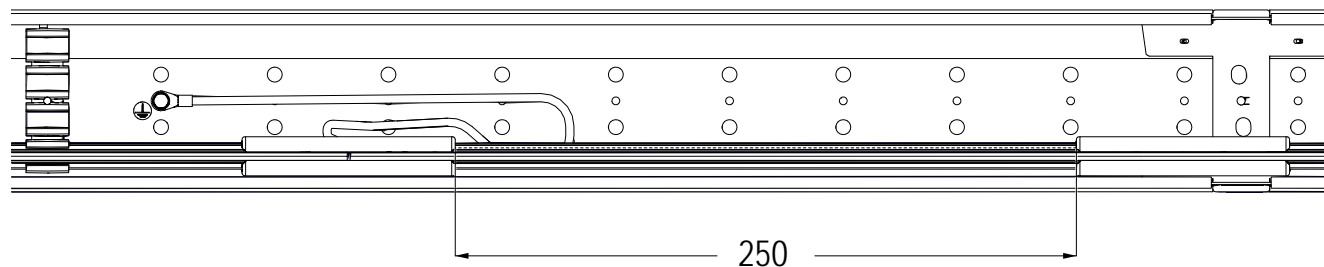

Abb. 56: Abstand von Verbinder mit Schutzleiterverbindung zu normalem Verbinder
4. Das andere PE-Leitungsende in einer Schlaufe am ProShell-Tragprofil (siehe Abb. 56) verlegen und den Ringkabelschuh an der PE-Leitung mithilfe der Verschraubungselemente (1,2,4 und 5) am ProShell-Tragprofil befestigen (siehe Abb. 55). Hierfür kann eine bestehende Bohrung in der ProShell-Tragprofilschiene verwendet werden. Die Verlegung der PE-Leitung in einer Schlaufe ist deshalb wichtig, da die Schleifleitung inklusive deren Verbinder, einer Wärmeausdehnung unterliegt und daher sich verlängern bzw. verkürzen kann (siehe Abb. 56).